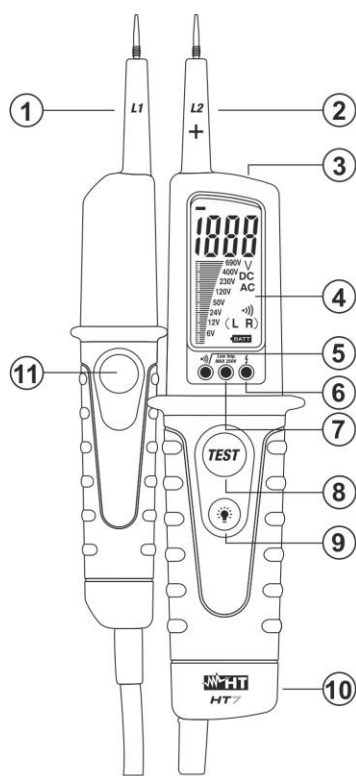

Fig. 1: Descripción del instrumento
5. **Pulse los dos botones simultáneamente (ver la Fig. 1 partes 8 y 11). La tensión aplicada se muestra en el visualizador LCD. El encendido del LED indica la medida de tensión a baja impedancia.**